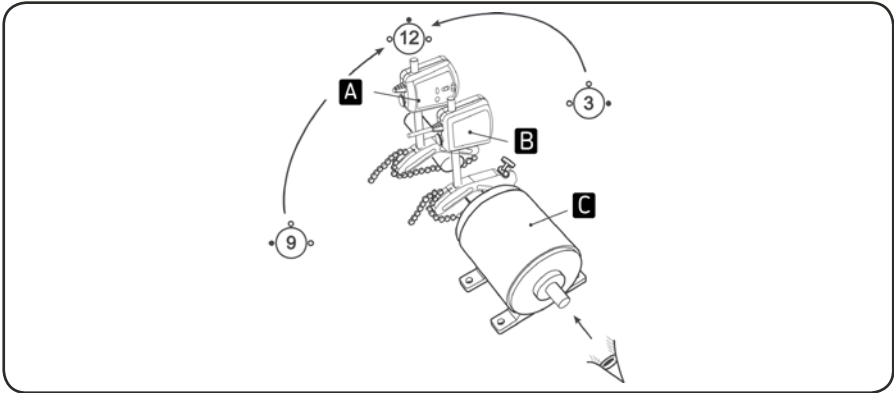

Fig. 4. Analogía de un reloj
a) Ponga las dos unidades de medición en la posición de las 12 en punto con ayuda de los niveles (fig. 4 y 7).